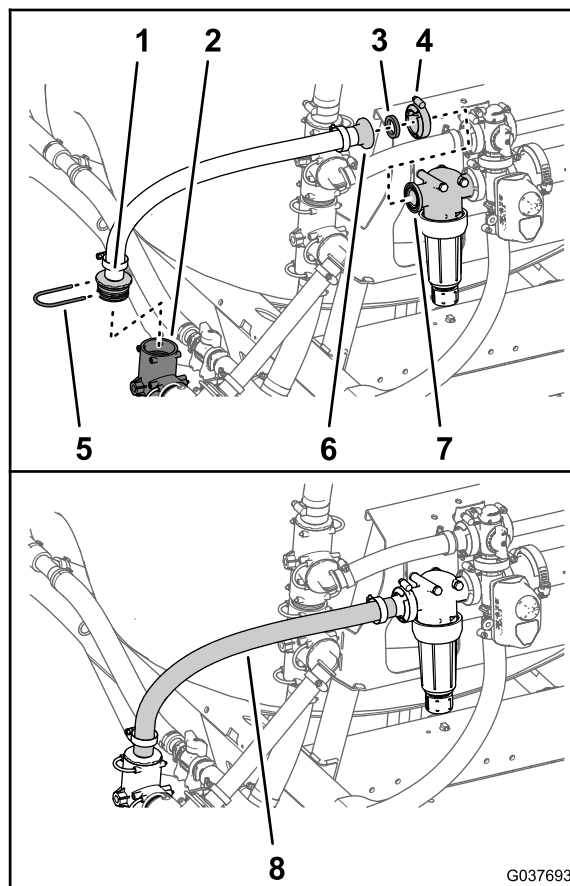

Figura 60
1. Montate il raccordo diritto dentellato del flessibile di alimentazione del collettore sul raccordo a T della pompa dell'irroratrice (Figura 60) con il fermo che avete rimosso al passaggio 5 di Rimozione dei flessibili di bypass dell'agitatore e di alimentazione dell'irroratrice \(pagina 18\).
2. Fissate il raccordo flangiato dentellato del flessibile di alimentazione del collettore e la guarnizione - 25 x 35 mm (1 x 1-3/8 poll.) alla flangia della testa del filtro (Figura 60) con un morsetto flangiato - 40 - 64 mm (1-9/16 - 2-1/2 poll.).